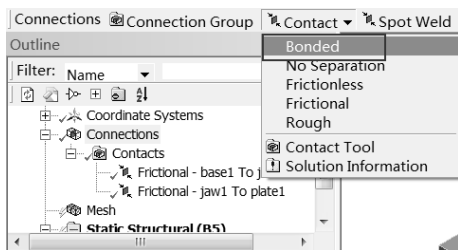

图 13-61 接触设置
Step8: 选择 Connections 工具栏中的 Contact Bonded 命令, 如图 13-61 所示, 此时在 Connections 下面出现一个 Bonded - No Selection To No Se 图标, 表示接触还未被设置。